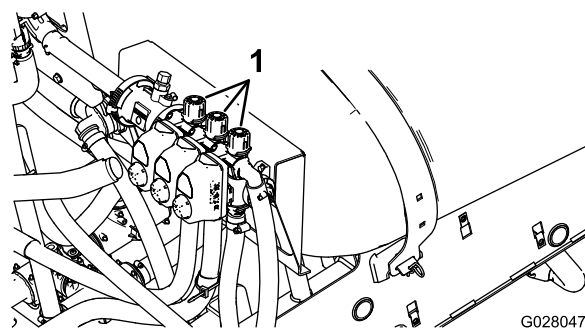

图29
13. 调节右喷洒臂段旁通旋钮（图29），直至压力读数达到先前的调节水平（通常为 2.75bar或40 psi）。
15. 调节右喷洒臂段旁通旋钮（图29），直至压力读数达到先前的调节水平（通常为 2.75bar或40 psi）。
11. 关闭左喷洒臂段并调节喷洒臂段旁通旋钮（图29），直至压力读数达到先前的调节水平（通常为 2.75bar或40 psi）。